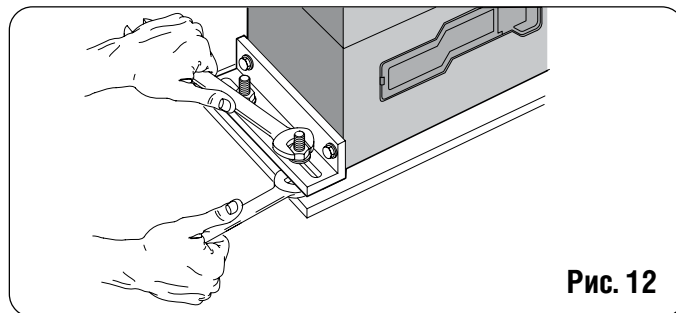

Рис. 12
5) Закрепить двигатель на плите гайками, как показано на рис.12.